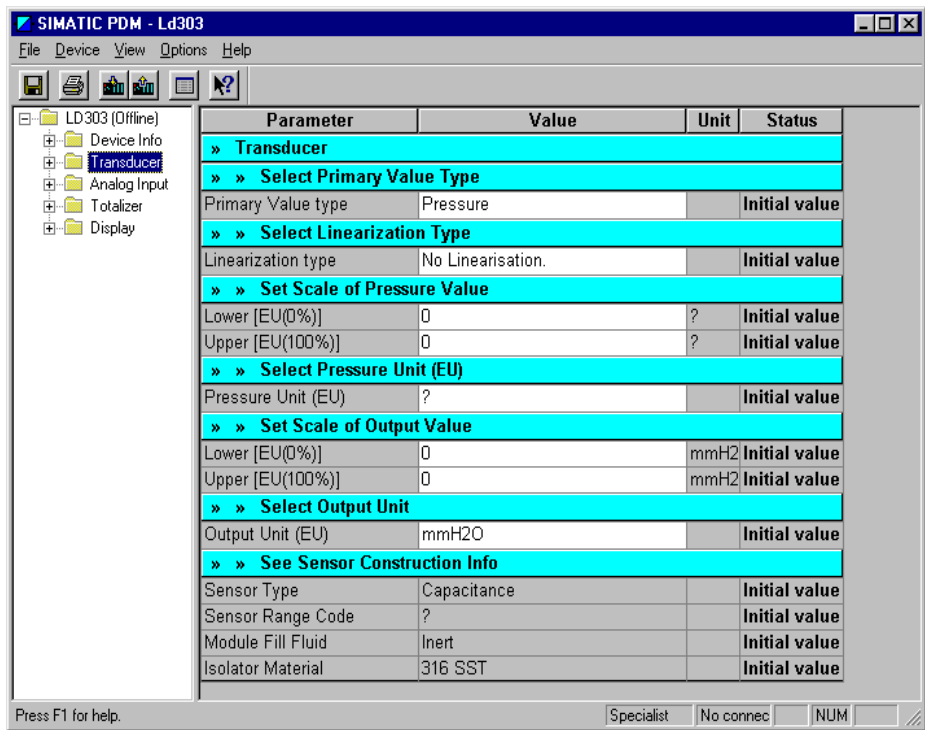

Figura 2.9 - Simatic PDM - Valores Prefixados pelo Equipamento
- 5- Os campos em branco podem ser alterados conforme apresentado na Figura 2.9;